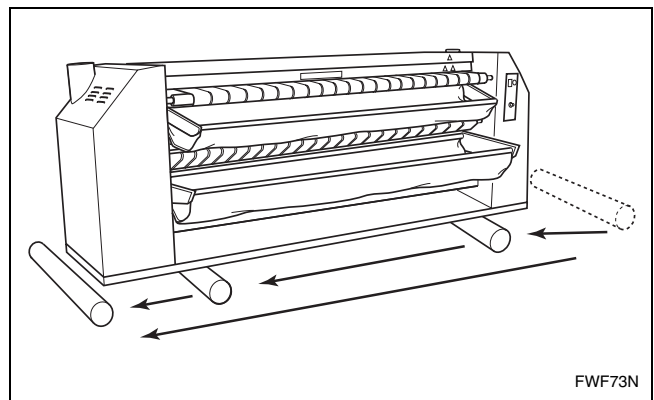

Figura 6
7. Haga rodar lentamente la mangle planchadora hacia delante. Consulte la *Figura 6*.